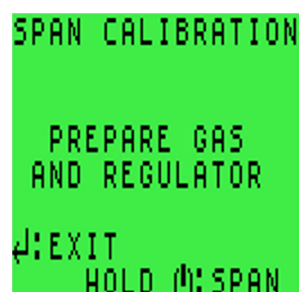

Рисунок 56: Экран SPAN CALIBRATION
3. Далее, разместив прибор в чистом воздухе, нажмите и удерживайте **правую** кнопку для выполнения калибровки диапазонов прибора по чистому воздуху. По завершении калибровки на экране появится сообщение **SPAN CALIBRATION**, как показано на Рисунок 56: Экран SPAN CALIBRATION.